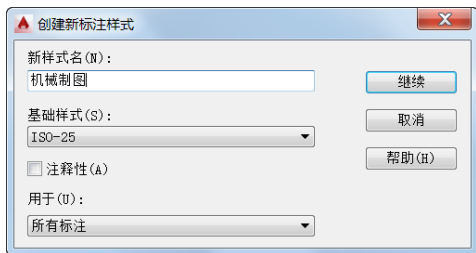

图 8-5 “创建新标注样式”对话框
- 3 在“标注样式管理器”对话框中单击“新建”按钮，弹出“创建新标注样式”对话框，输入新样式名为“机械制图”，基础样式默认为“ISO-25”，默认用于所有标注，如图 8-5 所示，然后单击“继续”按钮，系统弹出“新建标注样式：机械制图”对话框